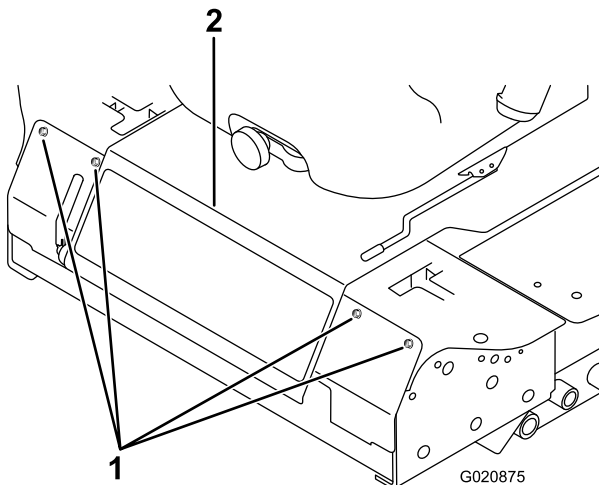

Bild 59
3. Nehmen Sie die Schrauben ab, mit denen die Frontplatte befestigt ist, und nehmen Sie sie ab (Bild 59).